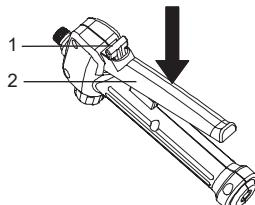

Figura 12
3. Apasati si trageți maneta in jos pentru a incepe pulverizarea. Consultati Figura 12.